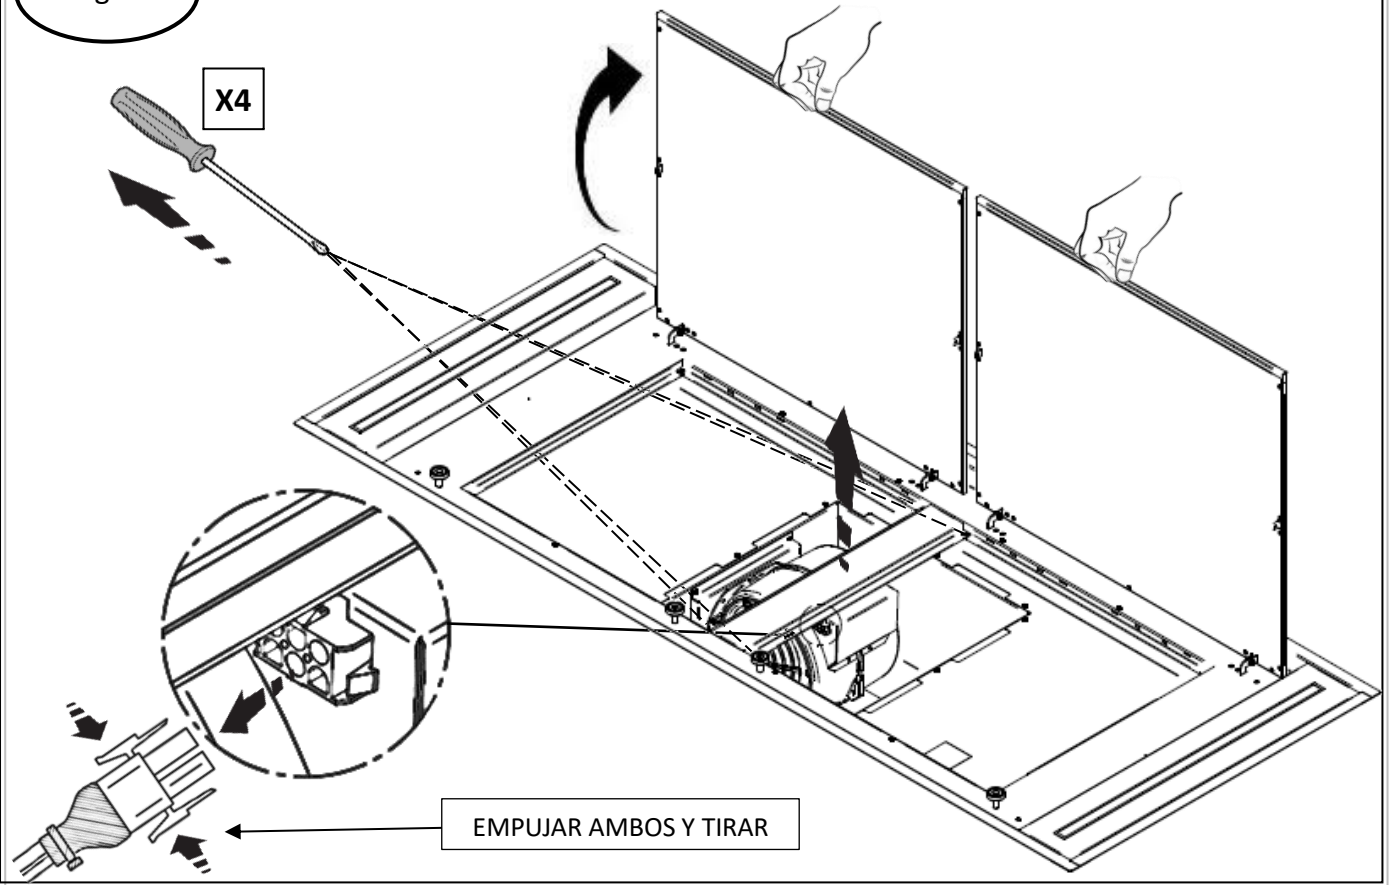

Fig. 4
- Desatornille los tornillos de la carcasa del soplador para que pueda girar hasta alcanzar la posición de salida deseada (fig.4).